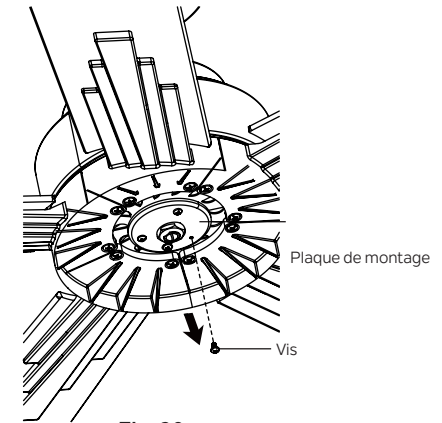

Fig. 20
Étape 1. Retirez la vis marquée d'une étiquette à points marron sur la plaque de montage et conservez-la pour une utilisation ultérieure. Desserrez les deux autres (ne les retirez pas). (Fig. 20)